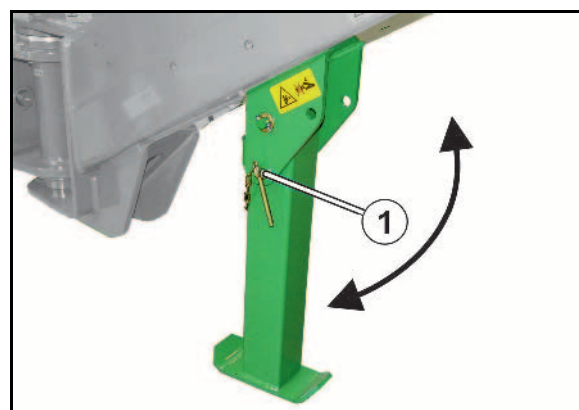

Fig. 53
- la commutation de voie de jalonnage bloque au niveau de la tête de distribution, via les clapets (Fig. 53/1), la distribution de semences vers les conduites de descente (Fig. 53/2) des socs jalonneurs
L'acheminement des semences aux socs jalonneurs est interrompu dès que le moteur électrique (Fig. 53/3) obture les conduites de descente de semences correspondantes (Fig. 53/2) dans la tête de distribution.
Un capteur (Fig. 53/4) vérifie si les clapets (Fig. 53/1), qui ouvrent et ferment les conduites de descente de semences (Fig. 53/2), fonctionnent correctement.